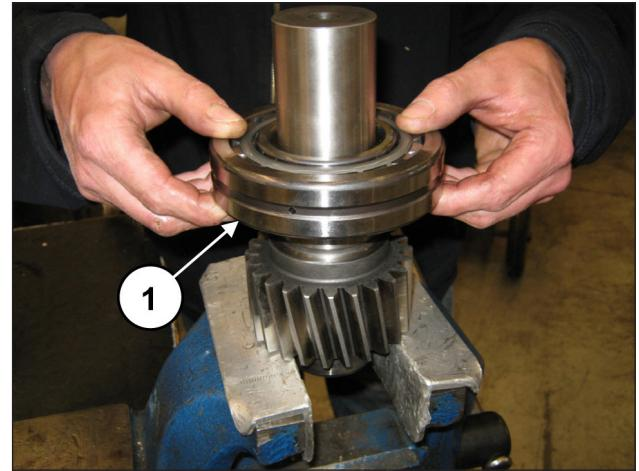

Fig. 81
Dall'altro lato del pignone premontare il cuscinetto 55x120x29 (pos. ①, Fig. 81) posizionandolo fino a battuta utilizzando l'attrezzo cod. 27604800 (pos. ①, Fig. 82).